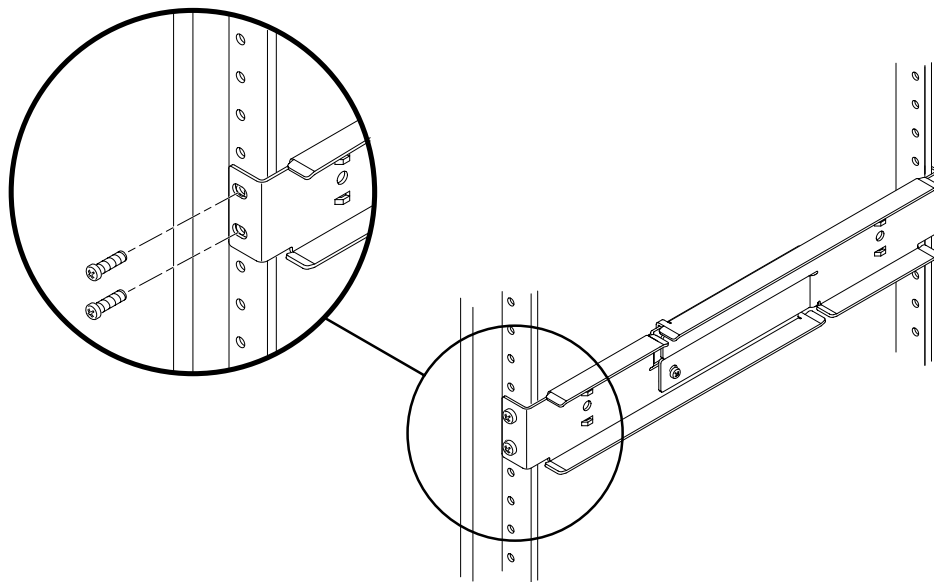

図 3-16 ラックへの調節可能なレール正面の固定
- 調整可能なレールの 1 つをラックの取り付け位置まで持ち上げます。ねじを 2 本ずつ使用して、レールの正面をラックに固定します (図 3-16 を参照)。